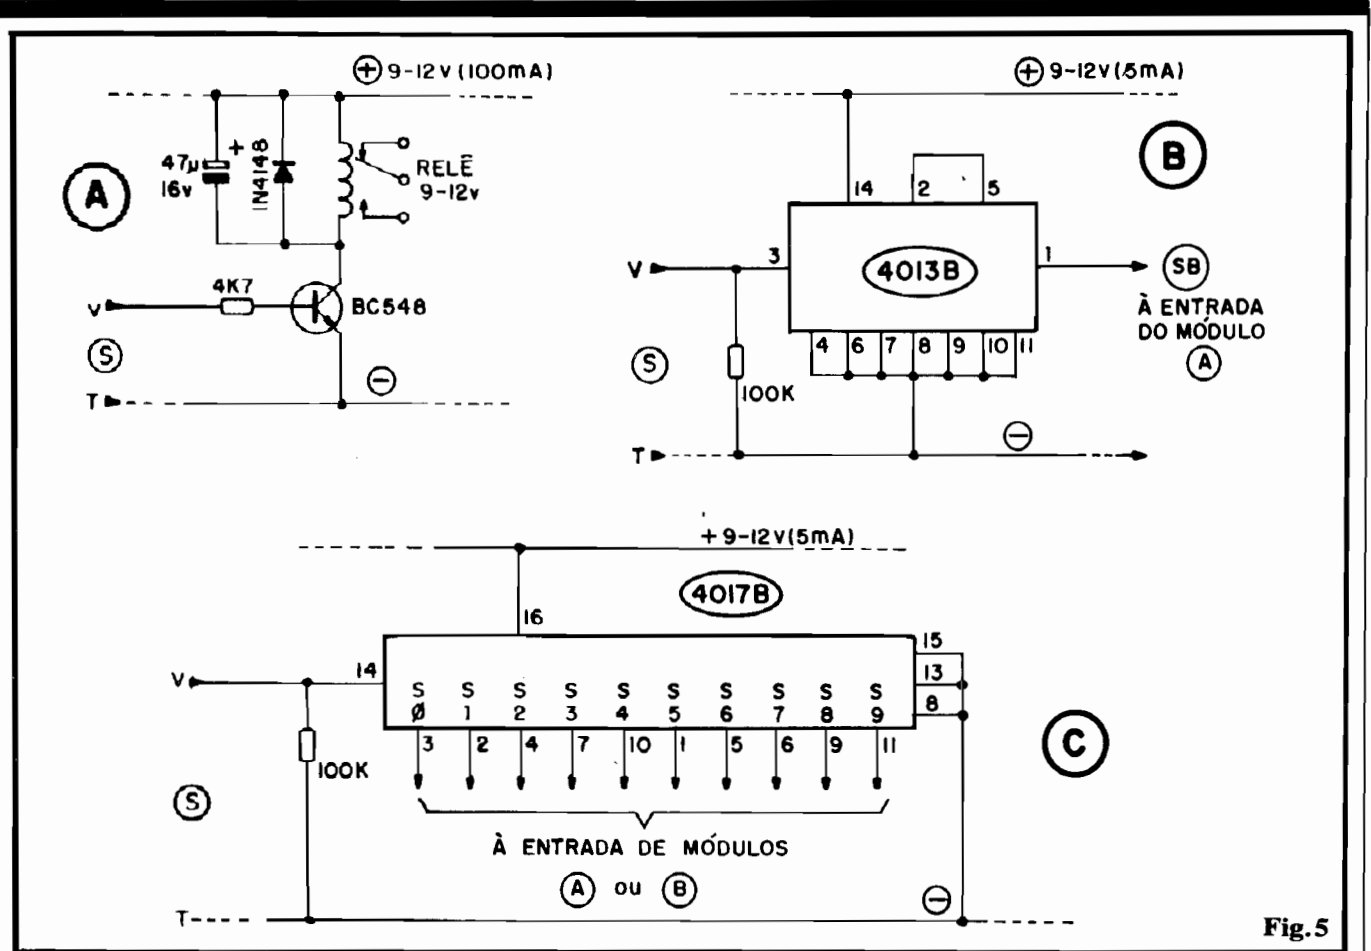

Fig. 5
- FIG. 5-A - **Driver "LIGA ENQUANTO"** - Com o simples arranjo mostrado, ligado à saída ("S-T") do MRIV, teremos a energização do relê, por 1 segundo, a cada comando recebido... Se o dedo do operador "ficar" sobre o **push-button** do MEIV por mais de 1 segundo (digamos, 5 segundos...), também o relê permanecerá "ligado" por - no mínimo - um Tempo equivalente (pelo menos 5 segundos, no caso do exemplo...). A alimentação necessária ao **driver** situa-se em faixa idêntica à do MRIV (9 a 12V), devendo a bobina do relê apresentar parâmetros compatíveis... Note que a dita alimentação pode, perfeitamente, ser compartilhada com o MRIV, apenas lembrando de "somar" as necessidades de Corrente: 100mA para o **driver** e 50mA para o MRIV, totalizando assim 150mA (mínimos). O que Vocês vão "fazer" com os contatos de aplicação do relê, não é da nossa conta (usem o bom senso, contudo...).
- FIG. 5-B - **Driver "LIGA-DESLIGA"** - Um único Integrado C.MOS 4013B (mais um resistor de 100K), é tudo o que o Leitor precisa para transformar a saída normal do MRIV, dotando-a de
- FIG. 5-C - **Driver "SEQUENCIAL"** - Um "manjado" 4017B (também da família C.MOS), auxiliado por um resistor de 100K, e a saída básica do MRIV pode transformar-se numa acionadora sequencial de 10 estágios. Observem que, numa configuração básica, cada uma das 10 saídas do módulo 5-C ("S0 até S9") pode ser ligada a **um** driver "releizado" igual ao mostrado em 5-A, com o que teremos 10 canais sequenciais, de Potência, capazes de acionar uma a uma até 10 cargas "bravas" (acopladas aos respectivos contatos de aplicação dos ditos relês...). No caso, cada uma das 10 cargas, uma vez acionada, assim ficará, até que novo breve comando seja emitido pelo MEIV, quando então ela será "desligada", ligando-se a carga "seguinte" (se estava acionada e ativada pela saída "S3" do módulo 5-C, esta se desativa, e liga-se a acoplada à saída "S4", assim por diante...). Atingido o acionamento da carga acoplada a "S9", no próximo comando o ciclo recomençará, pela ativação da carga controlada pela saída "S0", e assim por diante... Observem, ainda, outra interessante possibilidade: acoplar o módulo 5-C à saída normal do MRIV, ligando a cada uma das 10 saídas do 5-C um módulo 5-B, e a cada saída dos tais